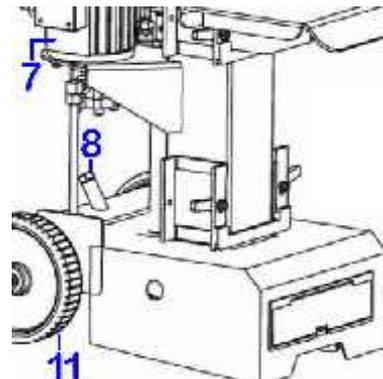

Fig.13
- Dévissez un peu la vis d'évacuation (Fig.13 repère 8) pour que l'air puisse s'échapper du réservoir d'huile.